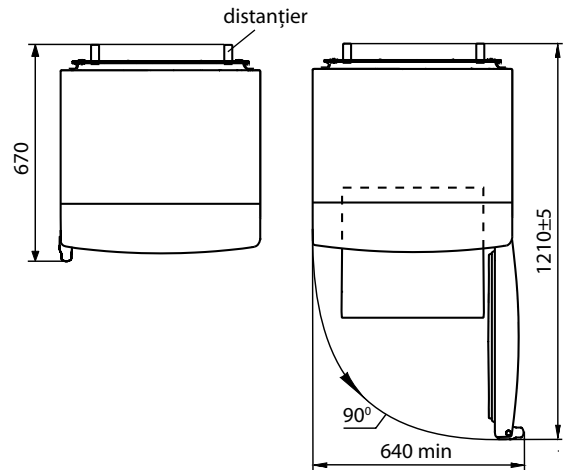

Figura 2 – Frigider (vedere de sus)
1.4 Spațiul total necesar pentru funcționarea frigiderului se determină de dimensiunile de gabarit, indicate în milimetri în figura 2. Pentru extragerea liberă a pieselor de completare din frigider este necesar de deschis ușa la unghiul nu mai mic de 90°. Pentru a evita deteriorarea, ușile nu trebuie lăsate să se deschidă mai mult de 180°.